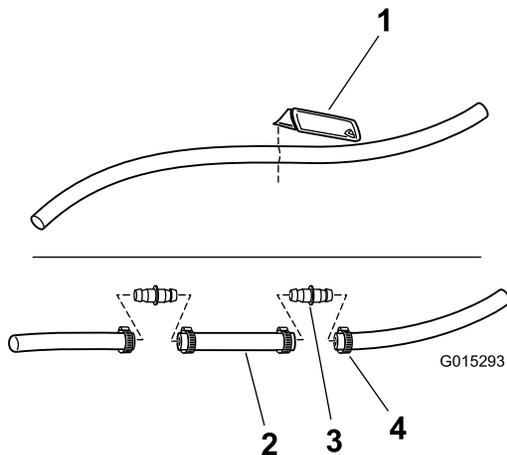

Bild 10
- Nur Multi-Pro 1200Sprühfahrzeug:** Schließen Sie den Zufuhrschlauch des Auslegers vom T-Anschluss des Druckregelventils ab, schneiden Sie den Zufuhrschlauch 61 cm vom Ende des Anschlussstückes ab und bringen Sie den Schlauchpleiß mit zwei geraden Anschlussstücken und vier Schlauchklemmen an (Bild 10).